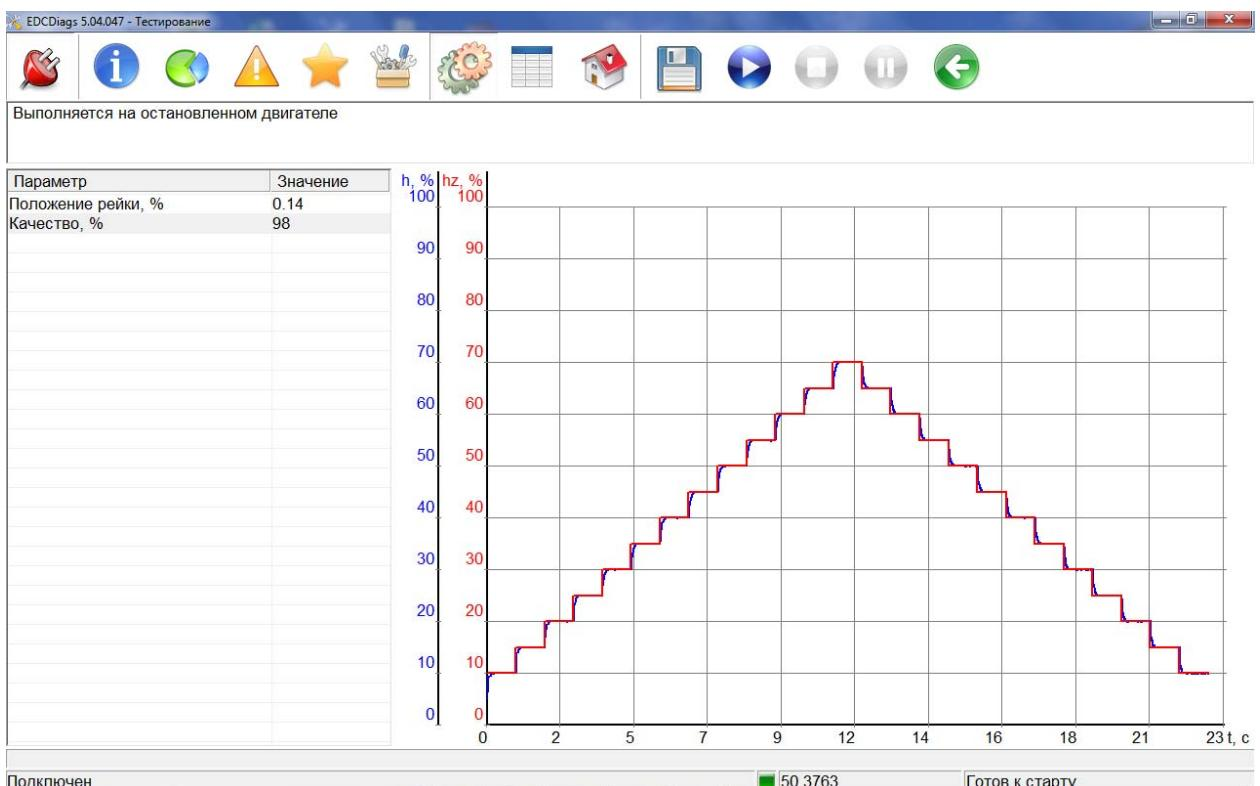

Рис. 3.10.
3.11.1. Выбрать вкладку «Тестирование» (Рис. 3.10.).
3.11.2. Тестирование с блоком управления 50.3763-30 (ОАО «ЭЛАРА»). В списке параметров выделить курсором «Тест подвижности рейки» и нажать кнопку «Дальше»  . Для начала проведения теста нажать кнопку «Выполнить»  и дождаться окончания теста. Во время проведения теста положение рейки будет ступенчато изменяться от 0 до 70%, по окончании появится окно с графиком перемещения рейки ТНВД с заданным и текущим положением рейки (Рис. 3.10.). Показатель «качество» комплексно оценивает переходный процесс перемещения рейки. При исправном ТНВД этот показатель должен быть не менее 90%.